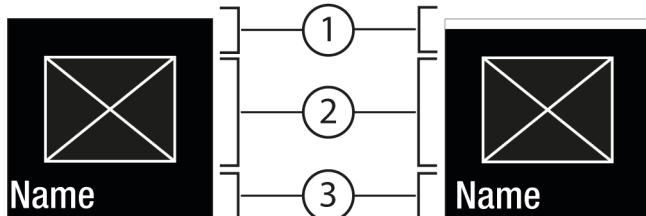
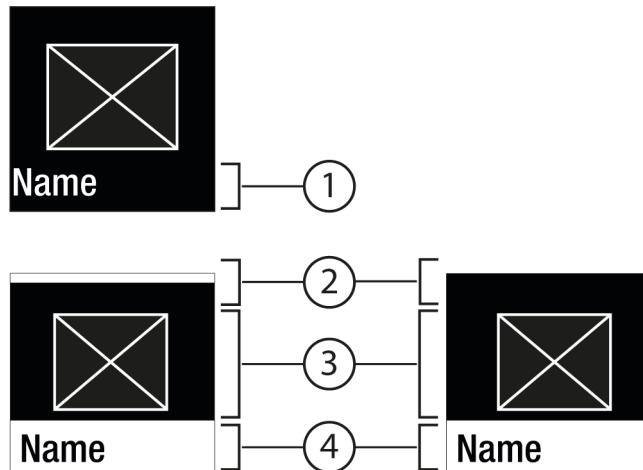

Fig. 6
Fig. 7
- С Потвърждаване Fig. 5 (2) се извиква подменюто Fig. 7 (4).
- Настройване на нова стойност: С Потвърждаване Fig. 5 (2) изберете деактивирана стойност Fig. 6 (1).
- Обратно в менюто: С Потвърждаване Fig. 5 (2) изберете вече активираната стойност Fig. 6 (2).
- ▶ Състояние: активирано Fig. 6 (1) се появява за кратко в подменюто Fig. 7 (4).